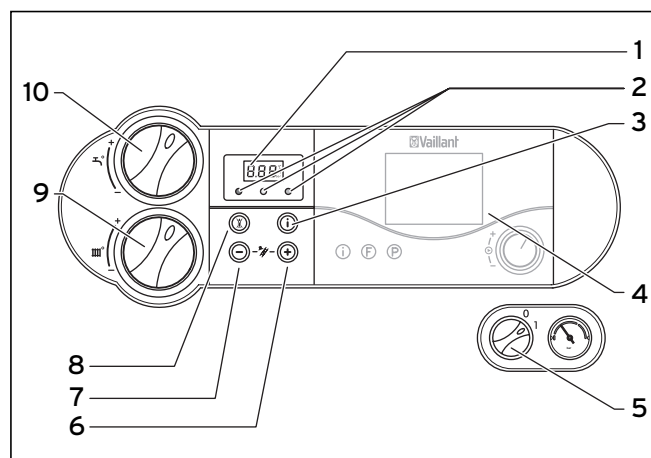

Рис. 4.2 Элементы управления
До тех пор, пока на дисплее отображается символ, температура подающей линии отопления и горячей воды на выходе будет задаваться посредством принадлежности vnetDIALOG, т.е. прибор работает не с такими, как установленные на ручках настройки (9) и (10) на рис. 4.2 температурами.
- изменением настройки температуры на ручках настройки (9) или (10) на рис. 4.2 более чем на  $\pm 5$  K.
- нажатием кнопки (8, рис. 4.2) „Устранение сбоев“ или